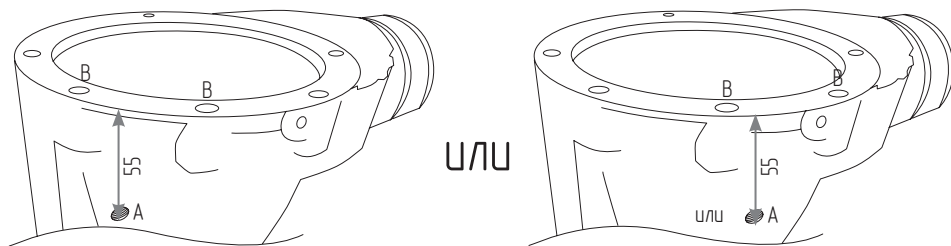

Рис. 2
1. Просверлите сквозное отверстие А диаметром 10,7-10,8 мм в картере (**см. раздел Инструменты**), отступив 55 мм от края картера (**Рис. 2**) так, чтобы отверстие располагалось посередине между крепежными отверстиями картера **В**.